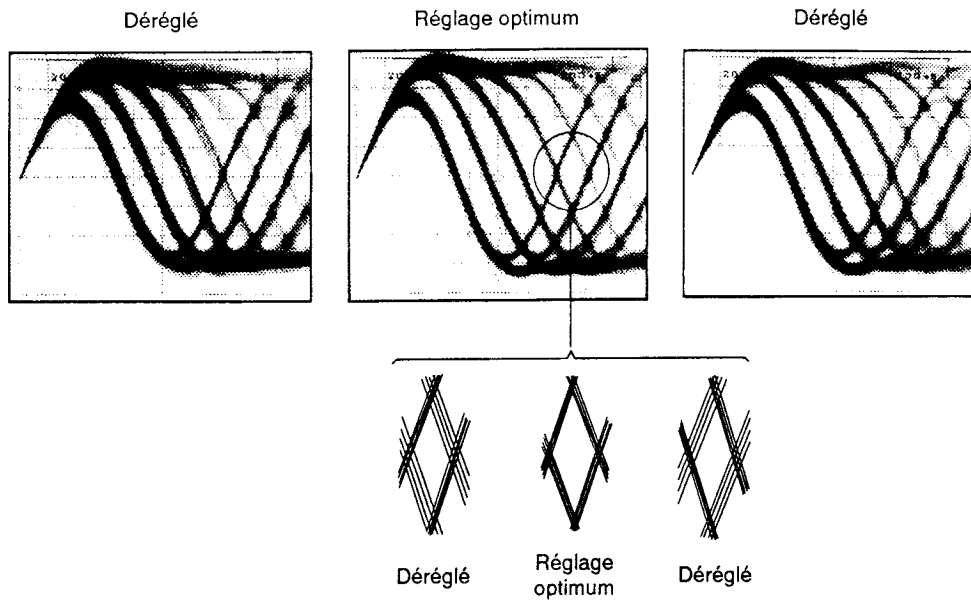

Figure 5 Motif en oeil
3. Ensuite, ajuster la vis d'inclinaison tangentielle à l'aide une clé hexagonale M de 3mm, de façon que le motif en oeil (c'est-à-dire, le diamant au centre du signal RF) soit le plus clairement visible (Figure 5).